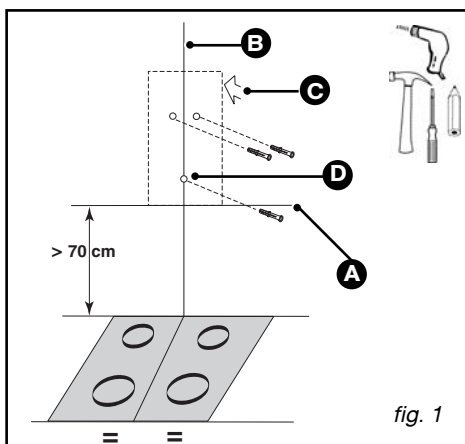

fig. 1
- Coloque o parafuso anti-elevação (D/fig 1)